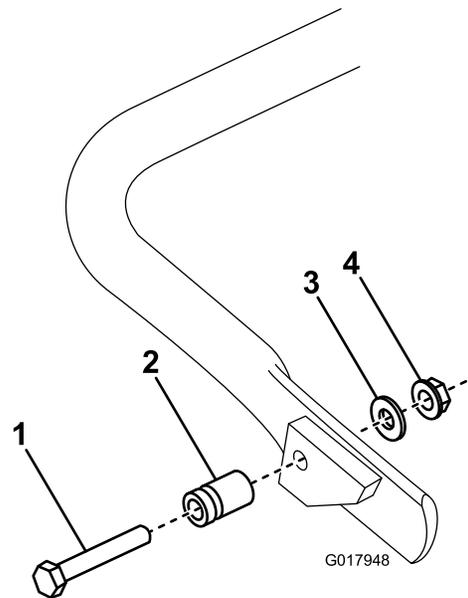

図 7
1. **モデル 04056 のみ** キックスタンドの右側に図 7、スプリングスタッドを接続する付属部品の中にあるボルト、ワッシャ、フランジナットを使用する。